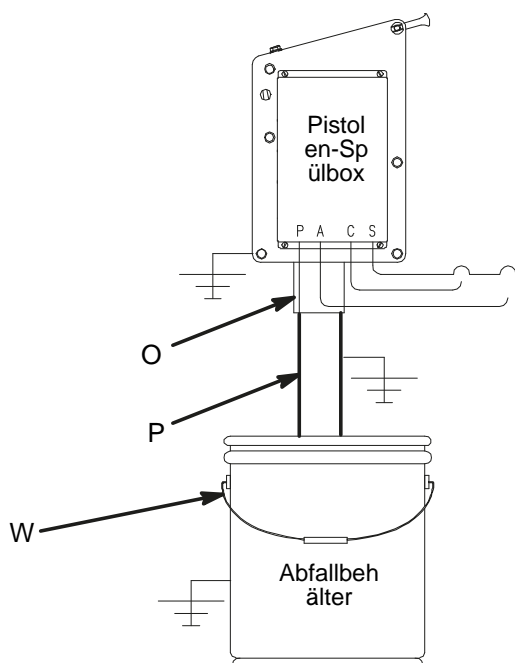

ABB. 6: Anforderungen an einen geschlossenen Abfallcontainer
Den längstmöglichen Abschnitt des geraden Plastikrohrs oder geerdeten Metallrohrs (T) zwischen dem Materialauslass (O) der Pistolen-Spülbox und einem geschlossenen Abfallcontainer (W) aus Metall anbringen. Siehe ABB. 6.